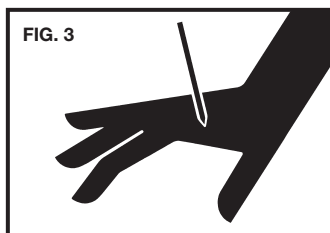

FIG. 3
5. **Nunca aponte a ferramenta para você ou para as outras pessoas na área de trabalho.** Fig. 3